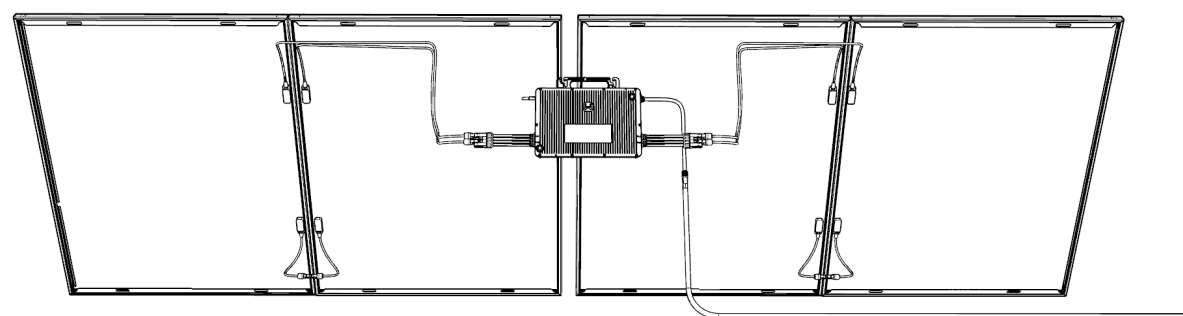

FIGURE 6-1
① Tout d'abord, connectez les bornes positives et négatives de deux produits Suncake en série à l'aide de fils CC, puis connectez parallèlement les deux ensembles de produits connectés en série au port CC du micro-onduleur, comme illustré à la Figure 6-1.